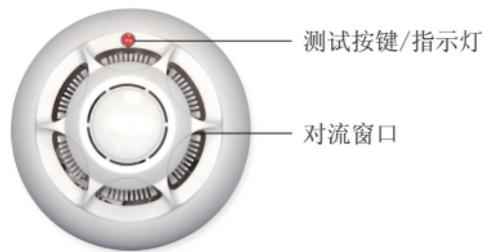

图.3 指示灯和测试按钮
- 用按住测试按钮（如图3）来调节SED-503CMW的灵敏度。按住对码键不放，约3秒后LED会闪烁指示，再过3秒会再次闪烁，如此每次闪烁的次数按“1次→2次→3次”循环，闪烁一次时系统感应的灵敏度最高，闪烁3次时灵敏度最低，选择好需要的灵敏度后要及时松开对码按键